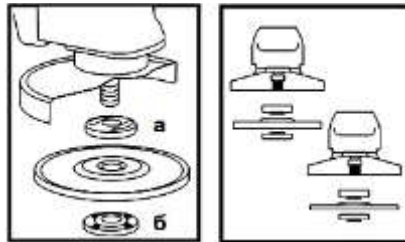

Рисунок 2
4.4 Встановіть на виріб шліфувальний або відрізний круг. Для цього натисніть на кнопку фіксації шпинделя (1) і проверніть його до такого положення, при якому він зафіксується. За допомогою вилочного ключа з комплекту виробу відверніть і зніміть затискну гайку (б) (дивіться рисунок 2). Встановіть шліфувальний диск на посадкове місце фланцевої шайби (а) (рисунок 2), наживіть рукою затискну гайку на шпindel і затягніть її ключем з комплекту приладу.